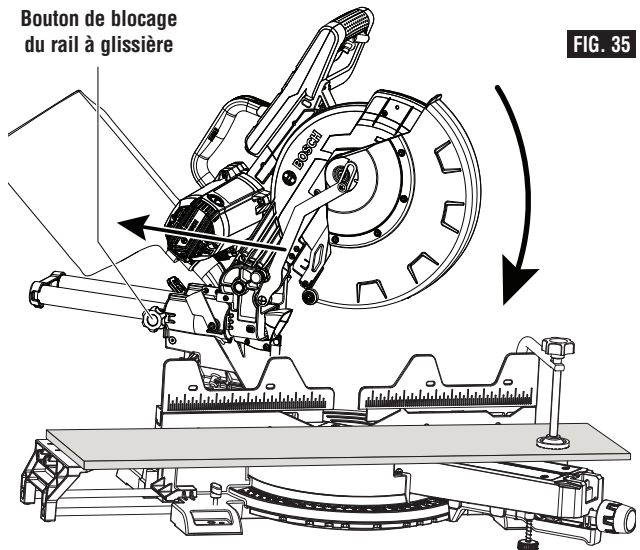

FIG. 35
1. Faites glisser la tête de la scie vers l'arrière jusqu'au bout de sa course (figure 35).